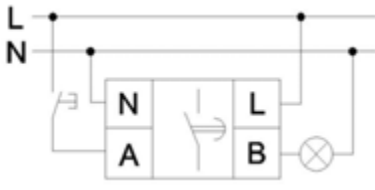

Рис. 7. Метод проводного монтажа NTE8-A
3.2 Схема панели: см. рис. 2–6; схема соединений: см. рис. 7–13; схема рабочей последовательности: см. рис. 14–26.